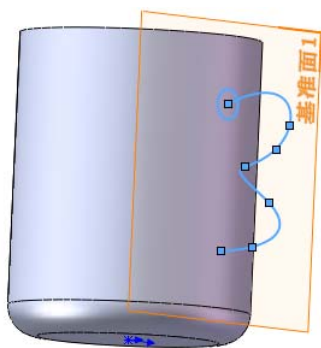
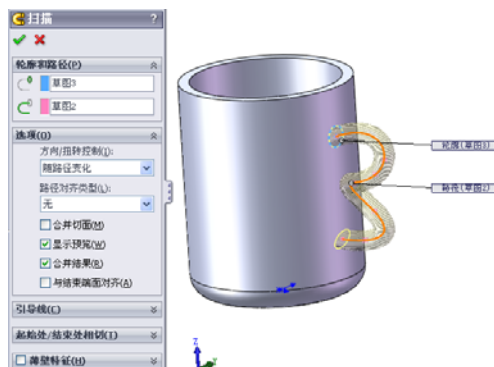

图 5-58 扫描草图
图 5-59 “扫描”属性管理器
(1) 在一个基准面上绘制一个闭环的非相交轮廓。使用草图、现有的模型边线或曲线生成轮廓将遵循的路径，如图 5-58 所示。
(2) 单击“特征”工具栏中（扫描）按钮，或选择菜单栏中的“插入”→“凸台/基体”→“扫描”命令。
(3) 系统弹出“扫描”属性管理器，同时在右侧的图形区中显示生成的扫描特征，如图 5-59 所示。